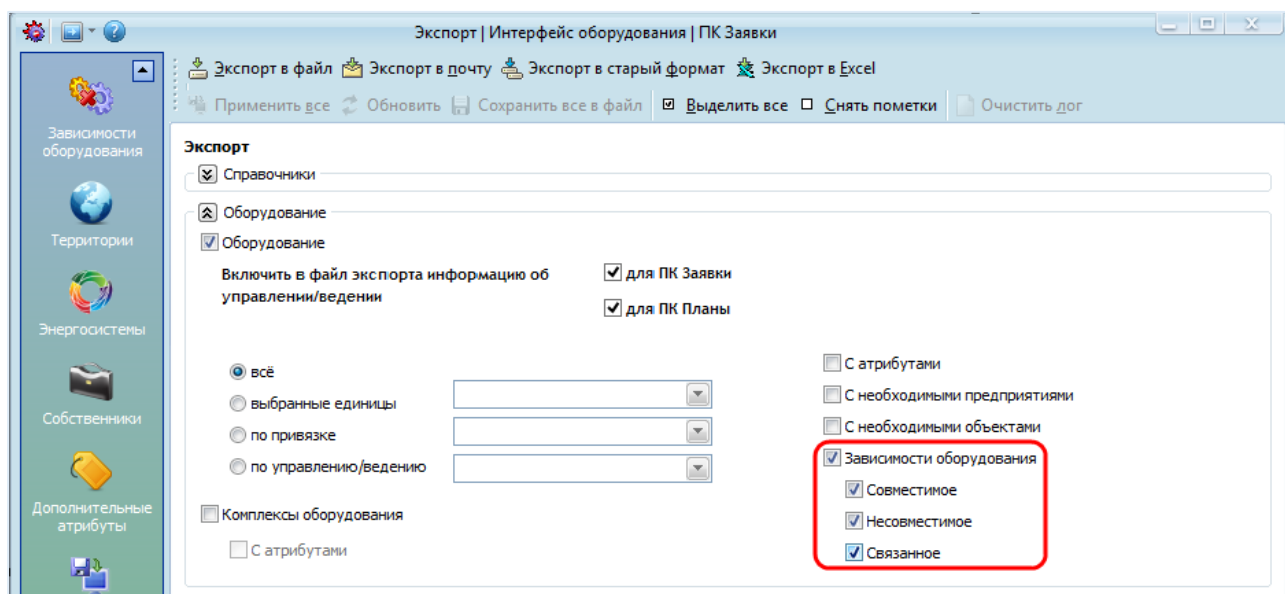

Рисунок 19.20 – Экспорт оборудования с зависимостями
- «Зависимости оборудования: совместимое, несовместимое, связанное» - в файл экспорта вносится выбранное оборудование с информацией о зависимостях (Рисунок 19.20). Экспорт оборудования совместно с зависимостями возможен только в том случае, если не выбран экспорт справочника «Зависимости оборудования» (см. раздел «19.2.7 Экспорт справочника «Зависимости оборудования»»).